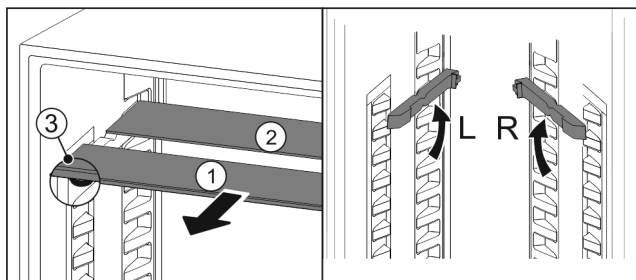

Fig. 105
- ▶ Skleněné desky jednotlivě vytáhněte dopředu Fig. 105 (1).
- ▷ Skleněná deska Fig. 105 (1) s ozdobnou lištou leží vpředu.
- ▷ Zarážky Fig. 105 (3) směřují dolů.